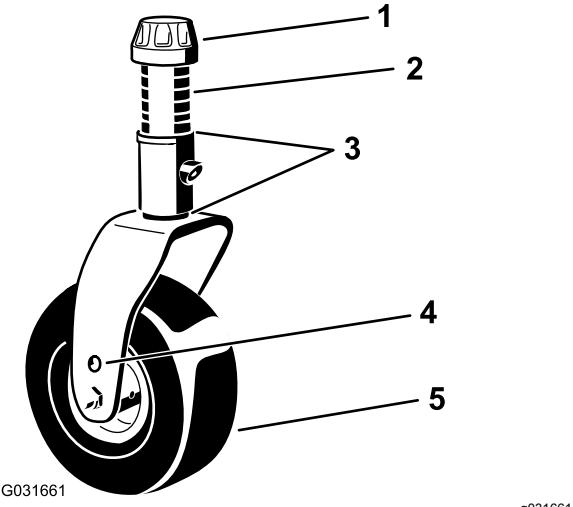
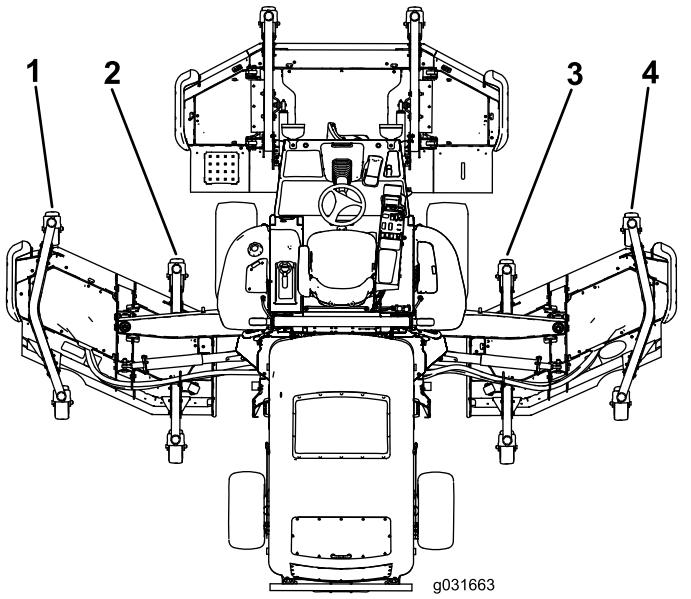

Рисунок 26
Рисунок 27
- Если внутренняя кромка боковой деки газонокосилки находится слишком высоко по отношению к наружной кромке передней деки газонокосилки, снимите одну регулировочную прокладку с нижней части рычага переднего внутреннего поворотного колеса на боковой деке газонокосилки (Рисунок 26 и Рисунок 27).
6. Если внутренняя кромка по-прежнему находится слишком высоко, снимите еще одну прокладку с нижней части рычага переднего внутреннего поворотного колеса боковой деки газонокосилки и одну прокладку с рычага переднего наружного поворотного колеса боковой деки газонокосилки (Рисунок 26 и Рисунок 27).
7. Если внутренняя кромка боковой деки газонокосилки находится слишком низко по отношению к наружной кромке передней деки газонокосилки, добавьте одну прокладку (1/8 дюйма) в нижнюю часть рычага переднего внутреннего поворотного колеса на боковой деке газонокосилки (Рисунок 26 и Рисунок 27).